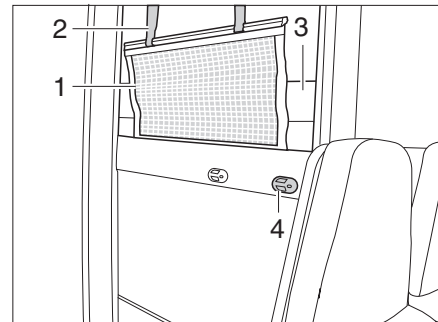

Bild 133 Etagenbett (Seite)
- Matratze (Bild 133,3) von oberem Bett nehmen und auf unteres Bett legen.
- Die Aufstiegsleiter mit den Holmen in die Halterung (Bild 133,4) an der Blende einhängen.
Das Sicherungsnetz (Bild 133,1) ist serienmäßig zwischen Matratze und Lattenrost verstaut. Das Sicherungsnetz erst aufspannen, wenn sich die Personen bereits im Bett befinden.
- Die Haltebänder (Bild 133,2) in die Halterungen an der Decke einrasten.